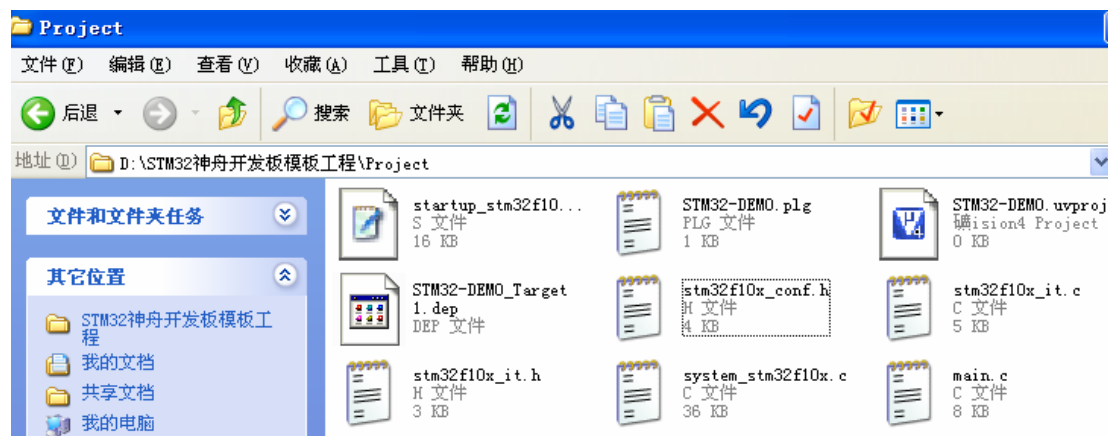

图 4-74 从库文件中拷贝需要的文件到文件夹指定位置
9. stm32f10x_it.h、stm32f10x_it.c和stm32f10x_conf.h这三个文件是用户在编程时需要修改的文件，其他库文件一般不需要修改。如下图4-74所示